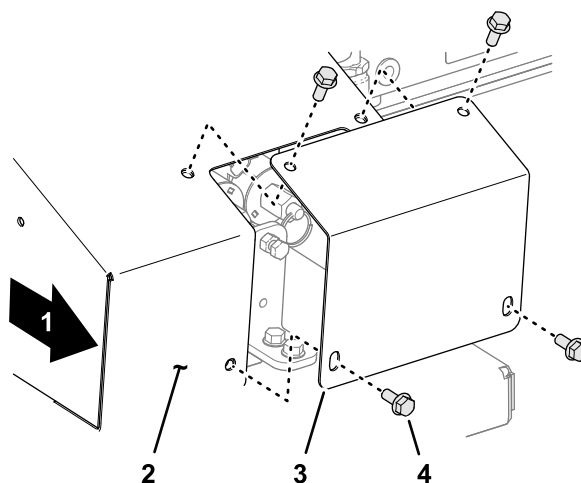

Рисунок 28
1. На правой стороне машины отверните 4 колпачковых винта с фланцем, которые крепят плоскую крышку к крышке отсека для переключения на ручное управление (Рисунок 28).